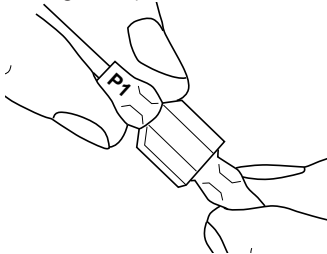

Figura 24 - Conexión de cables P1
7. Insertar el puerto hembra, que está en el cable de suministro de energía blanco (marcado con P1), en el puerto macho correspondiente (marcado con P1) (consulte la figura 24).